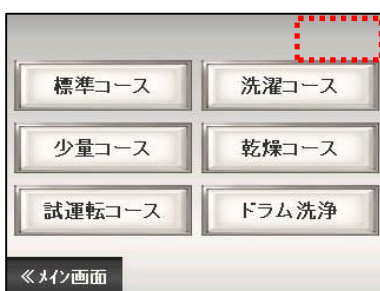

図 7-39
- 修正画面の左上隅を3秒間押すとプログラムクリア画面に切り替ります。(図 7-39)